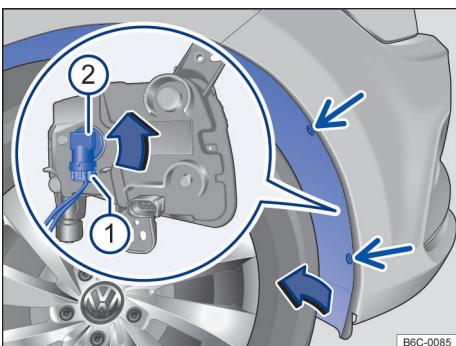

Fig. 132 Na caixa de roda dianteira: acesso à lâmpada incandescente do farol de neblina.
- ⑥ Girar o soquete da lâmpada → Fig. 132 ②, no sentido anti-horário até o batente, e desencaixá-lo do alojamento.
- ⑦ A lâmpada do farol de neblina está fixada no soquete, devendo ser trocado o conjunto lâmpada e soquete.
- ⑧ Substituir a lâmpada incandescente queimada por uma lâmpada incandescente nova do mesmo modelo.
- ⑨ Pressionar o soquete da lâmpada no farol e girar no sentido horário até o batente.
- ⑩ Certificar-se de que o soquete está corretamente fixado no farol.
- ⑪ Encaixar o conector de alimentação ① no soquete da lâmpada. O conector precisa encaixar audivelmente.
- ⑫ Rebater de volta o revestimento da caixa de roda, de modo que o clipe de dentro se encaixe.
- ⑬ Recolocar os parafusos de fixação → Fig. 132 (setas) e apertá-los.
- ① Observar a lista de controle e executar as ações → Página 165.
- ② Remover os parafusos de fixação do revestimento da caixa de rodas → Fig. 132 (setas) com o auxílio de uma chave de fenda.
- ③ Pegar o revestimento da caixa da roda pelos cantos entre os furos dos parafusos de fixação soltos e pressionar um pouco para o lado interno do veículo, para poder soltar o clipe de dentro.
- ④ Rebater com cuidado o revestimento da caixa de roda para o lado.
- ⑤ Retirar o conector de alimentação da lâmpada → Fig. 132 ①, pressionar, ao mesmo tempo, a trava de fixação do conector.